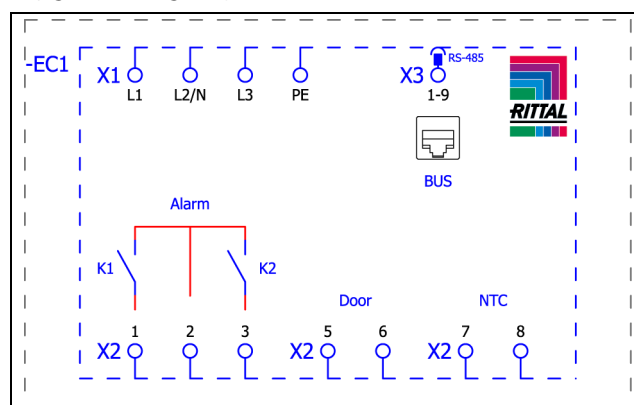
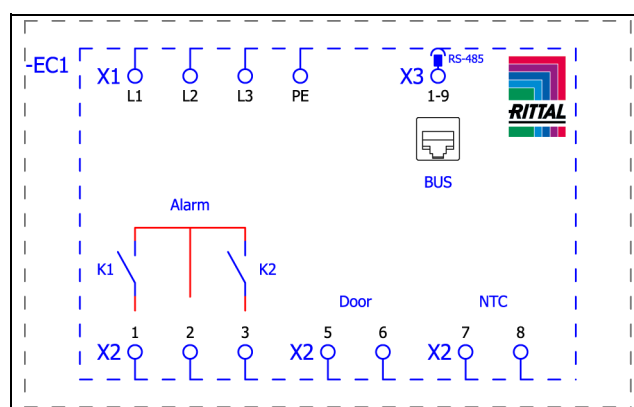

Fig. 17 : plan de connexion références SK 3484837, SK 3485x3x, SK 3486x3x et SK 3487x3x
Fig. 18 : plan de connexion références SK 3488x4x et SK 3489x4x
- Sortir la fiche d'alimentation du sachet d'accessoires et établir l'alimentation du réseau conformément à l'identification correspondante des raccordements (fig. 17 ou fig. 18).